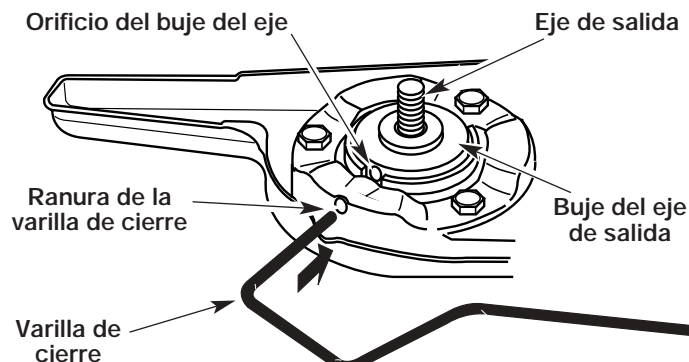
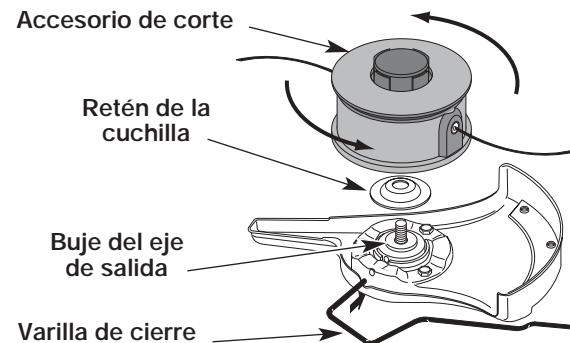

Fig. 8
Fig. 15
1. Alinee el orificio del buje del eje con la ranura de la varilla de cierre e inserte la varilla de cierre en el orificio del buje del eje (Fig. 8).
- Alinee el orificio del buje del eje con la ranura de la varilla de cierre e inserte la varilla de cierre en el orificio del buje (Fig. 8).
- Alinee el orificio del buje del eje con la ranura de la varilla de cierre e inserte la varilla de cierre en el orificio del buje del eje (Fig. 8). Coloque el retén de la cuchilla en el eje de salida con la superficie plana contra el buje del eje de salida según se ilustra en la Fig. 15. Enrósqe el accesorio de corte en sentido antihorario en el eje de salida. Ajuste bien.